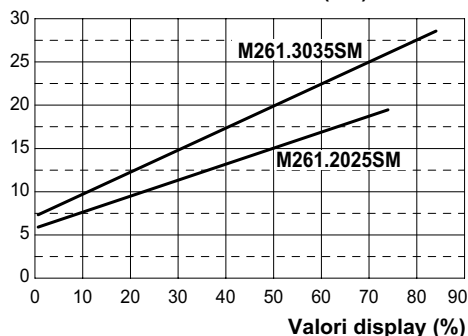
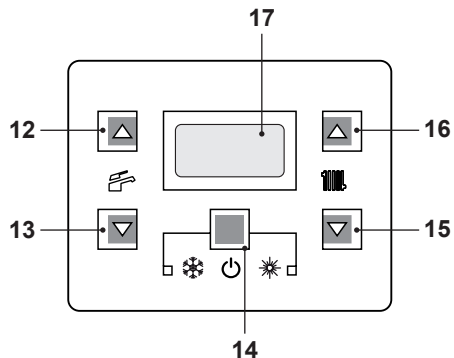
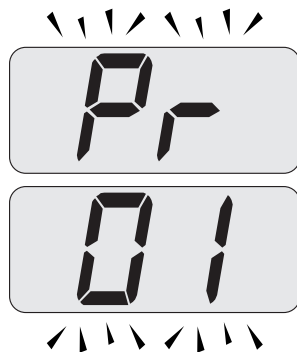
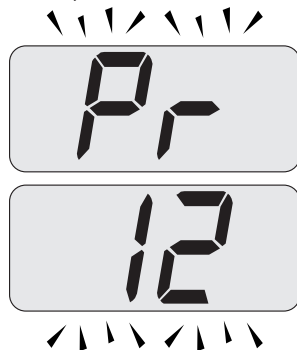

Figura 7.9
Figura 7.13
Figura 7.14
Figura 7.15
Il grafico in Figura 7.9 rappresenta come varia la potenza utile della caldaia in riscaldamento al variare del valore impostato nella scheda comando.
- Entrare in "modalità programmazione" premendo contemporaneamente per 10 secondi i tasti 14 - 15 - 16 (Figura 7.13) fino a far apparire sul display LCD le lettere **Pr** che si alternano con il codice **01**, indicanti l'entrata nel "parametro 01" (Figura 7.14).
- Scorrere i vari parametri utilizzando i tasti 15 o 16 fino a far apparire sul display LCD le lettere **Pr** che si alternano con il codice **12**, indicanti l'entrata nel "parametro 12" (Figura 7.15).
- Premere contemporaneamente i tasti 14 e 16 (Figura 7.13) fino a far apparire sul display LCD il valore del parametro 12 (Figura 7.16) (74=M261.2025SM o 84=M261.3035SM).
- Utilizzando i tasti 15 o 16 (Figura 7.13) è possibile modificare il valore del parametro 12 (riferirsi al grafico Figura 7.9 per determinare il valore corretto in funzione della potenza utile di riscaldamento).
- Premendo il tasto 14 (Figura 7.13) si ottiene la conferma del valore inserito.
- Premendo contemporaneamente i tasti 14 e 15 (Figura 7.13) si esce senza modificare il valore (ritorno alla lista parametri Figura 7.15)
- Premendo contemporaneamente per 10 secondi i tasti 14 - 15 - 16 (Figura 7.13) si esce dalla "modalità programmazione".